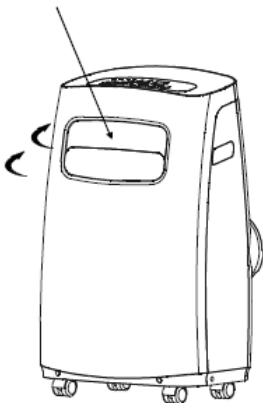

Abb.4
- **Automatische Einstellung der Luftstromrichtung (Abb.4):**